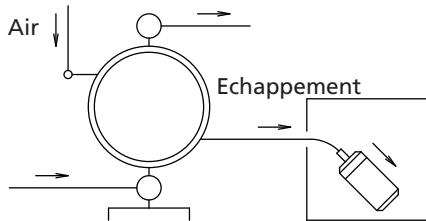

Figure 14
- L'échappement doit évacuer à l'extérieur et non pas dans le fluide où la pompe est immergée. Pour tout renseignement quant à la façon de disposer l'échappement, voir Disposition en vue d'un échappement à l'extérieur, et Fig. 14 ci-dessous.